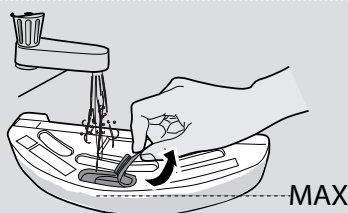

Рис. 14
2. Откройте резиновый колпачок резервуара для воды, залейте воду и закройте колпачок. [Рис. 14] Добавьте небольшое количество чистящего средства при необходимости.